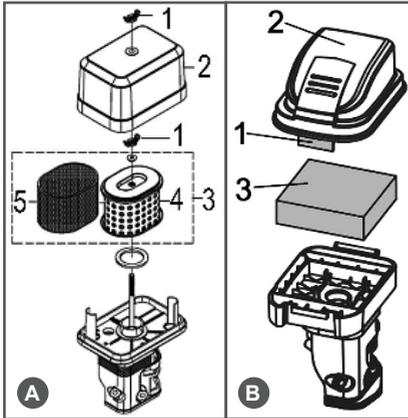

Рис. 10 Обслуживание воздушного фильтра
- Открутите барашковую гайку (отогните фиксатор крышки воздушного фильтра) (Рис. 10 п. 1) и снимите крышку воздушного фильтра (Рис. 10 п. 2).
- Извлеките из корпуса воздушный фильтр (Рис. 10 п. 3).
Поролоновый (предварительный) фильтрующий элемент тип «А» (Рис. 10А п. 5) установлен на корпусе бумажного фильтрующего элемента (Рис. 10А п. 4).
- При незначительном загрязнении промойте поролоновый фильтрующий элемент (Рис. 10А п. 5 и Рис. 10В п. 3) теплым мыльным раствором и просушите. Поврежденный или сильно загрязненный поролоновый фильтрующий элемент замените.
- Воздушный фильтр тип «В» - поролоновый (Рис. 10В п. 3) смочите специальным или чистым моторным маслом, после чего отожмите излишки масла.
Бумажный фильтрующий элемент (Рис. 10А п. 4) не подлежит очистке, необходима его замена. Не продувайте бумажный фильтрующий элемент сжатым воздухом, не промывайте его в бензине и других растворителях. Эксплуатация двигателя с грязным или поврежденным воздушным фильтром, или без воздушного фильтра приведет к попаданию грязи и пыли в карбюратор и двигатель, что в свою очередь, станет причиной его быстрого износа. Двигатель в этом случае не подлежит ремонту по гарантии.